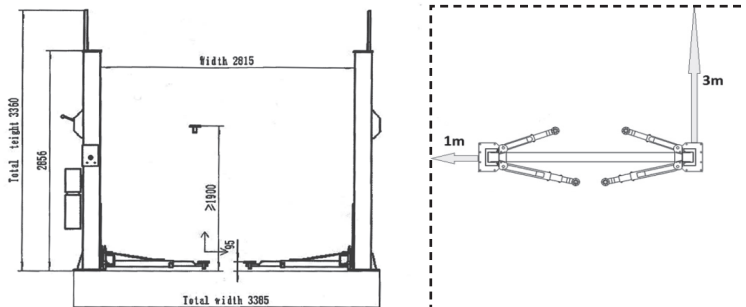

Fig. 4
3. Marquez les dimensions (Annexe A) et percez les trous en tenant compte de la zone de sécurité (Fig. 4).